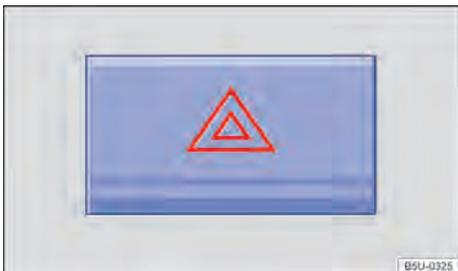

Fig. 41 Na parte superior do console central: interruptor das luzes de advertência.
2. Ligar as luzes de advertência com o interruptor (▲) → Fig. 41.
As luzes de advertência também podem ser desligadas ao pressionar o interruptor  no painel de instrumentos → Fig. 41.